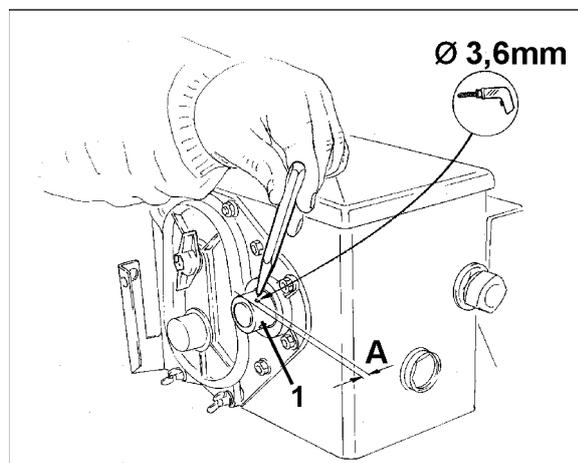

Fig. 10
3. fazer um furo (\varnothing 3,6 mm) no veio oco de transmissão (Fig. 10/1) com o berbequim fornecido.
- o O furo deve ser efetuado com um desvio de 90º em relação ao furo existente para a chaveta. A distância **A** (consulte Fig. 10) entre o bordo do veio oco e o centro do furo é de 5 mm. Fazer um furo no centro.